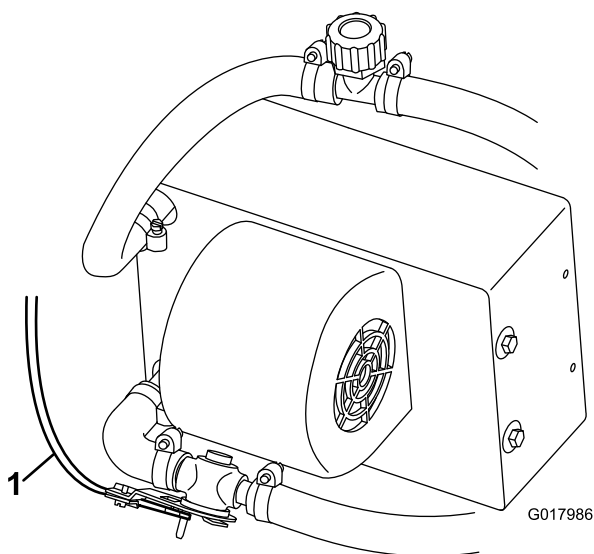

Figura 6
8. Posate e collegate il cavo di comando del riscaldatore alla valvola del riscaldatore (**Figura 6**).